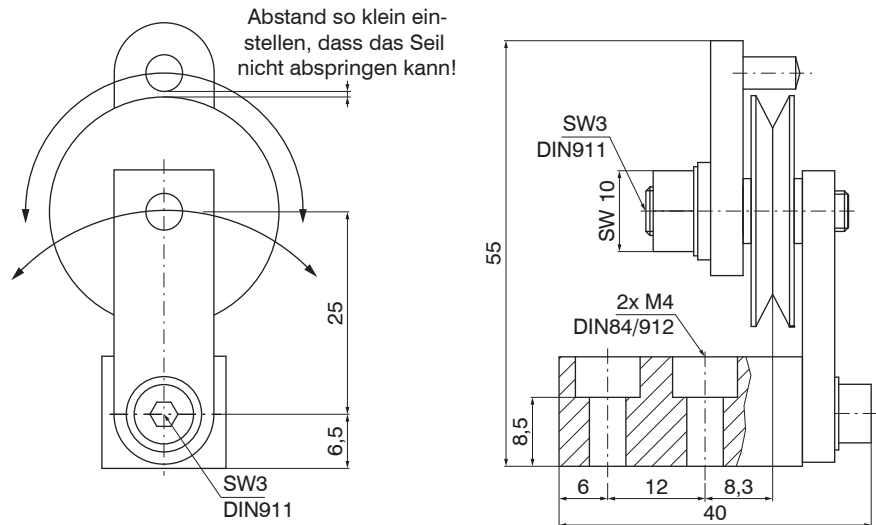

Abb. 8 Umlenkrolle TR1-WDS mit Montagefuß, Maße in mm, nicht maßstabgetreu
- TR1-WDS Seilumlenkrolle mit Montagefuß, siehe Abb. 8